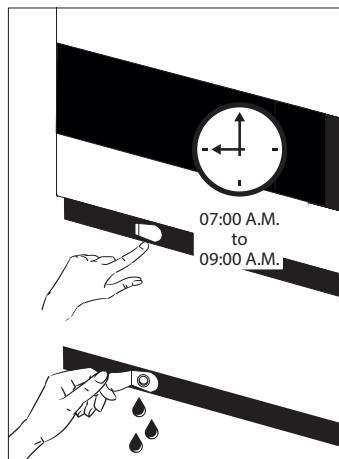

Рис. 8
1. Отключите питание, нажав кнопку ON/OFF. Важно! Отключите питание ТОЛЬКО морозильной камеры. (См. Рис. 8)